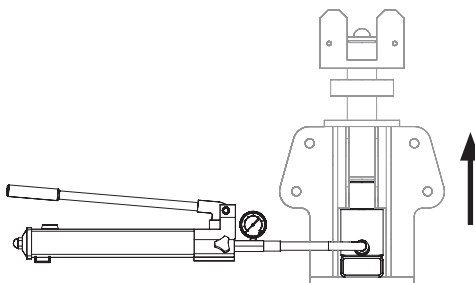

Fig. B1.12
3. Pompare il cilindro idraulico (8) all'altezza desiderata (min. 50 mm). (Fig. B1.12)